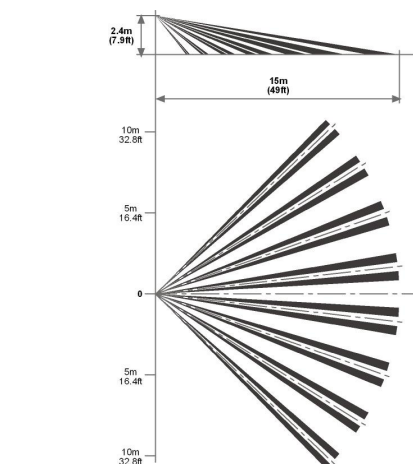

Fig. 4 Lens Pattern Patrón de la lente Portée de la lentille
Choose a location most likely to intercept an intruder. See detection pattern (Fig. 4). The Quad high quality sensor detects motion crossing the beam; it is less sensitive detecting motion towards the detector. The LC-100-PI / LC-120-PI performs best when provided with a constant and stable environment.
- Connect wire to terminal block. (Fig. 4)
Escoja una ubicación en la que estime más probable la intercepción de un intruso. Véase el patrón de detección (Fig. 4). El detector Quad de alta calidad detecta el movimiento que cruza el haz, y es menos sensible en la detección del movimiento hacia el propio detector. El LC-100-PI / LC-120-PI presenta un comportamiento óptimo en un entorno constante y estable. Evite los siguientes emplazamientos:
- Conectar los alambres en los bloques de terminales. (Fig. 4)